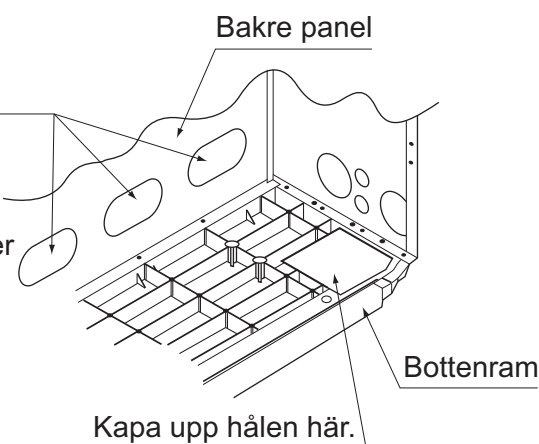

Bild 14
- Öppna de utstansade hålen på bakpanelen. (Se bild 14)
- Skär upp hål i det angivna området i den nedre ramen. (Se bild 14)